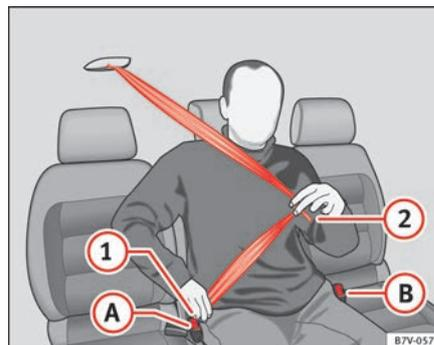

Abb. 12 Sicherheitsgurt am mittleren Sitz in der zweiten Sitzreihe anlegen.
- Gurtband an der Schlosszunge ⇒ Abb. 12  nach unten ziehen. Dabei das Gurtband **nicht** verdrehen ⇒ .